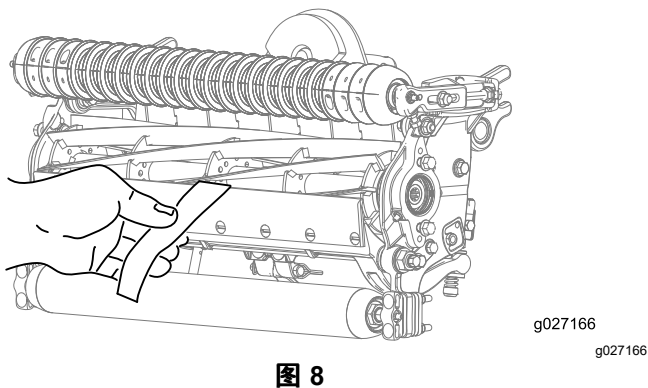

图 8
- B. 在滚刀与底刀之间插入一长条剪切性能纸Toro零件号 125-5610纸要与底刀垂直图 8然后缓慢向前旋转滚刀此操作应能切断性能纸如果不能请重复步骤 A 和 B直至切断为止。